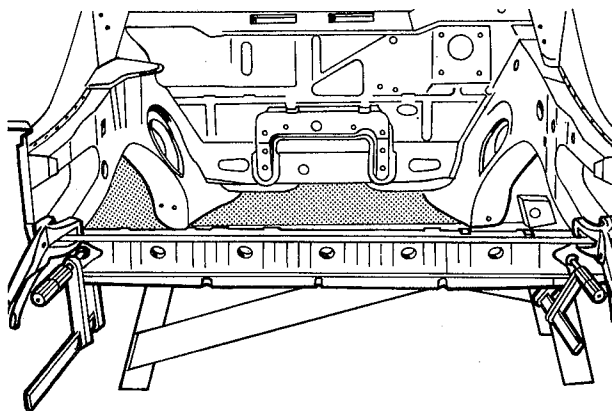

fig. 79
3. Posicionar a nova travessa e fixá-la com grampos e pinças (fig. 79)